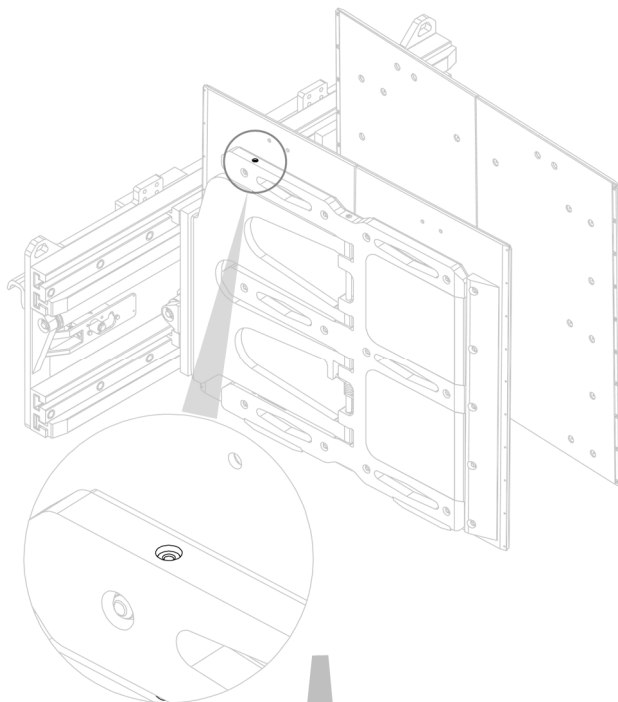
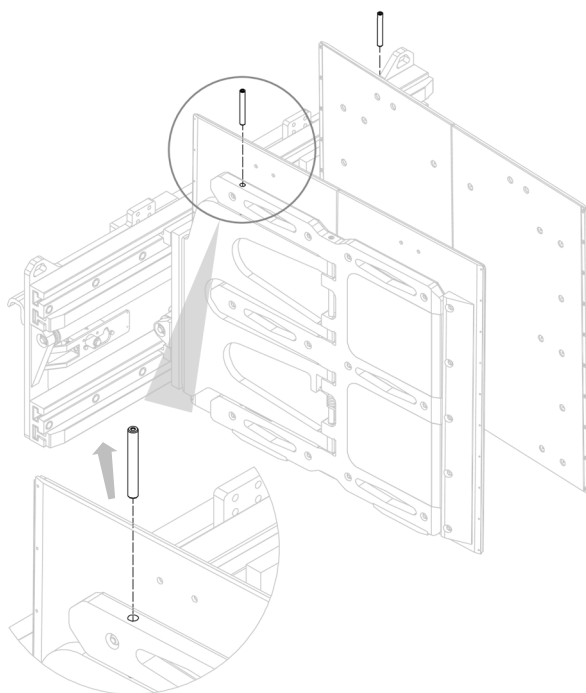

Figura 63
Figura 64
2. Extraer, uno a uno, los pernos superiores del tope de oscilación (ver *Figura 63* y *Figura 64*).